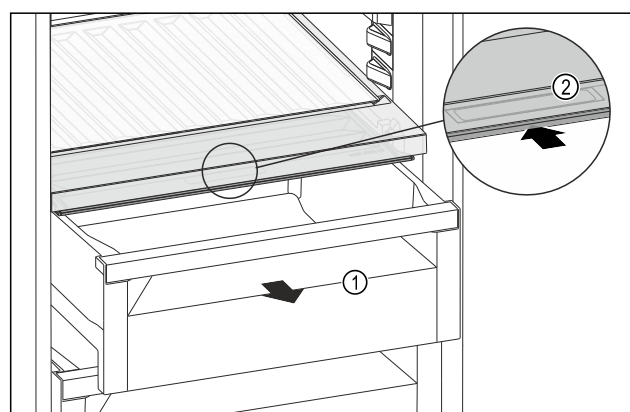

Fig. 187
- Retirer le tiroir Fig. 187 (1).
- Saisir la poignée encastrée *Fig. 187 (2)* du couvercle du compartiment et pousser le couvercle du compartiment vers l'arrière.